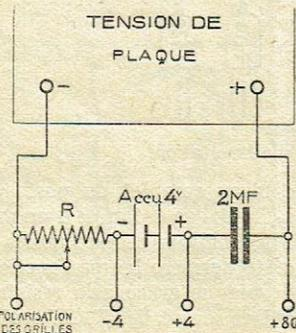

Fig. 6.
P. S. — 1^o Ajoutons à ces lignes que si l'on n'alimente que la tension-plaque avec le secteur, le chauffage étant obtenu avec un accumulateur, et que les basses fréquences du poste demandent à avoir leurs grilles polarisées à 4 ou même davantage, on pourra réaliser la figure 6 établie sur le même principe. Le résultat sera excellent quel que soit le montage du poste. La petite pile de 4 volts sera donc définitivement supprimée et la tension obtenue sera même réglable;